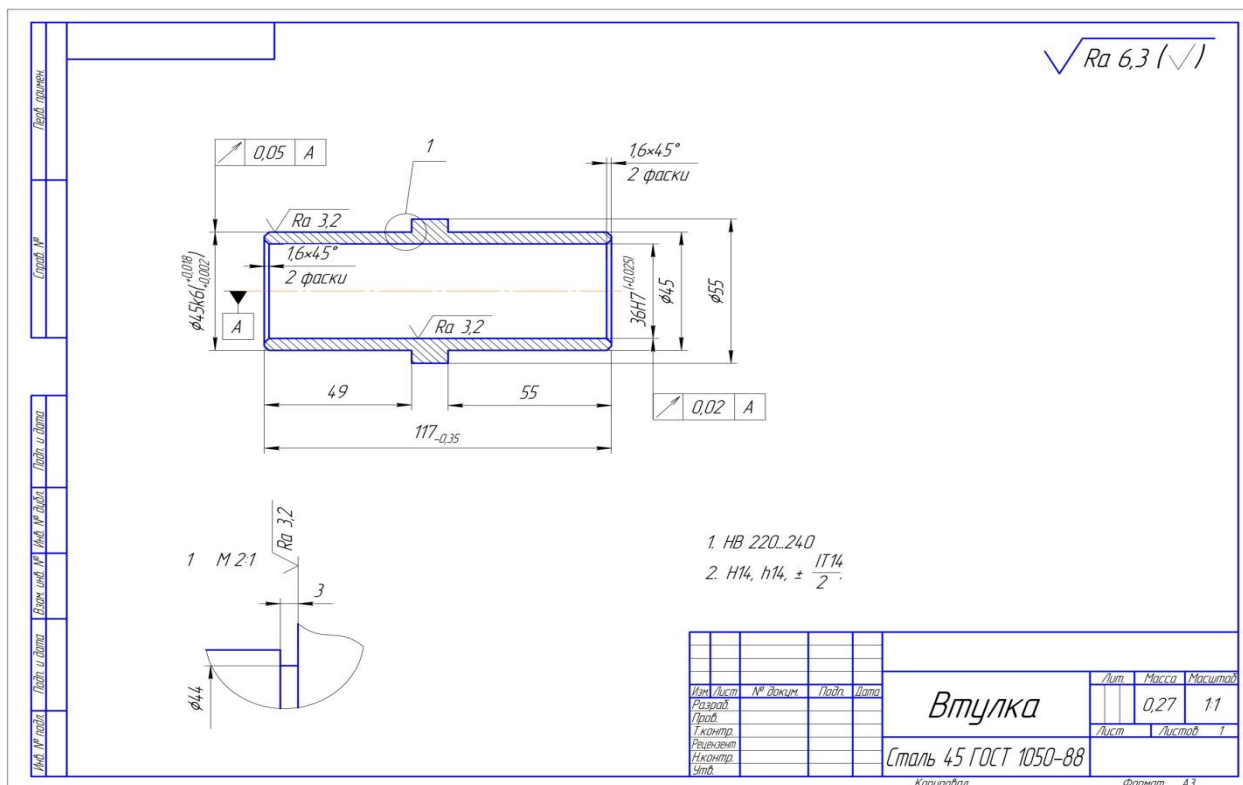

Рисунок 5Б – Деталь «Втулка»
**Задание.** Выбрать станочное приспособления для сверлильной обработки детали «Втулка» (рисунок 5Б приложения)